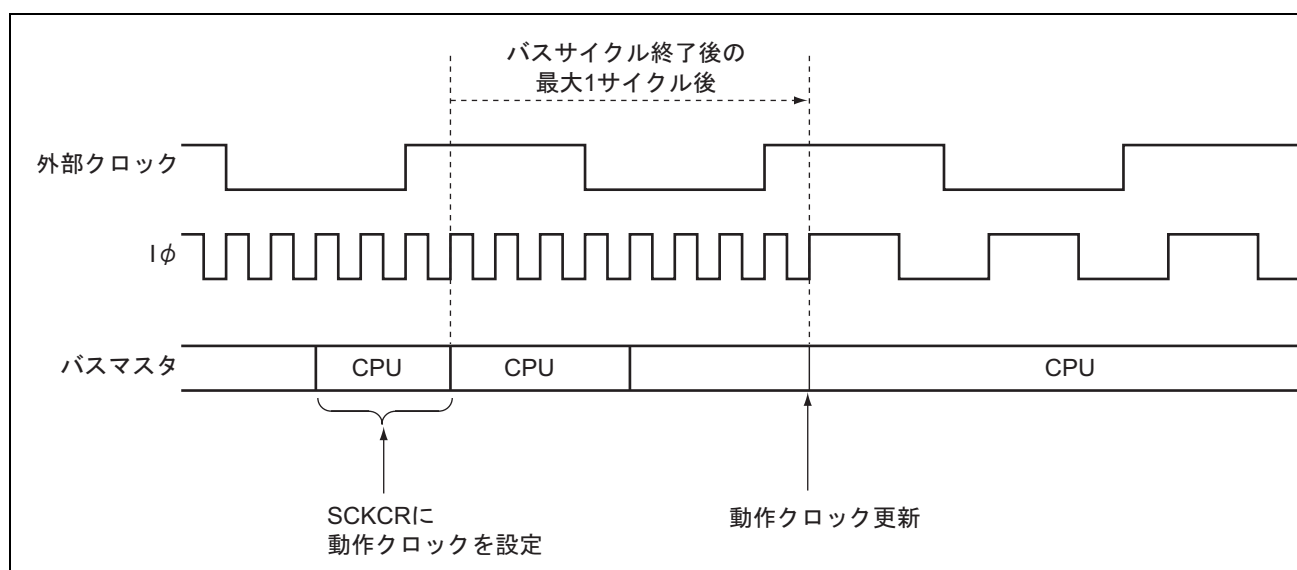

図 24.6 クロック変更タイミング
4. 図 24.6 にクロック変更タイミングを示します。SCKCR に値をライトした後、現在実行しているバスサイクル終了を待ちます。そのバスサイクル終了後、外部入力クロック ϕ に対して最大 1 サイクル後に各クロックの周波数が変更されます。